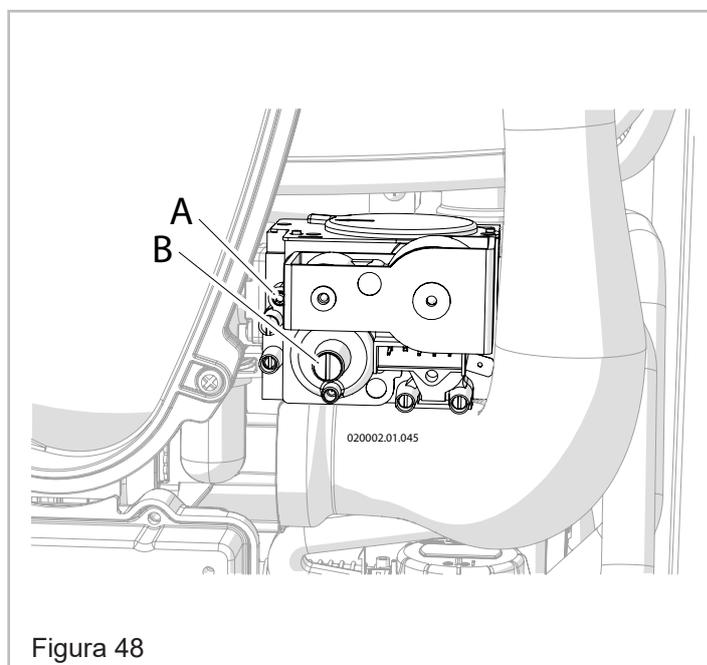

Figura 48
18. - Abra completamente el tornillo de ajuste del CO2 detalle "A" (Figura 48);
- Gire en sentido horario el tornillo "A" (Figura 48), para disminuir el contenido de CO₂;
- Gire en sentido antihorario el tornillo "A" (Figura 48), para aumentar el contenido de CO₂;
11. - Tras finalizar el control, selle con pintura roja o sistema equivalente el tornillo "A" (Figura 48);
- Gire en sentido antihorario el tornillo "B" (Figura 48), para disminuir el contenido de CO₂;
- Gire en sentido horario el tornillo "B" (Figura 48), para aumentar el contenido de CO₂;
18. - Tras finalizar el control, selle con pintura roja o sistema equivalente el tornillo "A" (Figura 48);